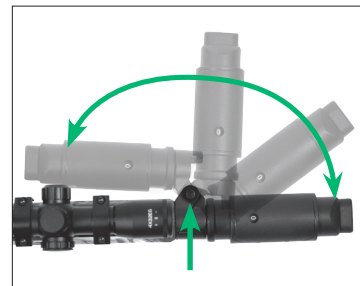

FIGURA 12
**Para ajustar la culata plegable** (Parte T), coloque la mano derecha como se muestra en la Fig. 11. Aplique presión con el pulgar de la mano derecha sobre la parte inferior de la bisagra (Parte 25) Fig. 11 mientras empuja hacia abajo la parte superior de la culata. (Parte 23). Esto permitirá que la culata se doble en la posición cerrada como se muestra en la figura 12.